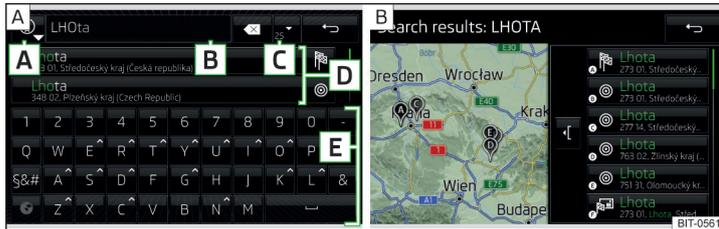

Abb. 205 Ziel suchen: Hauptmenü / Liste der aufgesuchten Ziele
Während der Eingabe werden im Bereich **D** » Abb. 205 Ziele angezeigt, die den Vorgaben am besten entsprechen.
## Beschreibung der Funktionsflächen » Abb. 205
- Anzeige einer Liste mit aufgesuchten Zielen entsprechend den eingegebenen Zeichen » Abb. 205 - **B**
- ▶ **Suchen** - Ziel- / Sonderzielsuche » Abb. 205
- ▶ Zur **Anzeige der Liste** der aufgesuchten Ziele » Abb. 205 - **B** die Funktionsfläche antippen.
Im Menü zur Zielsuche im Bereich [D] » Abb. 205 auf Seite 177 wird eine Kurzliste der letzten Ziele angezeigt.